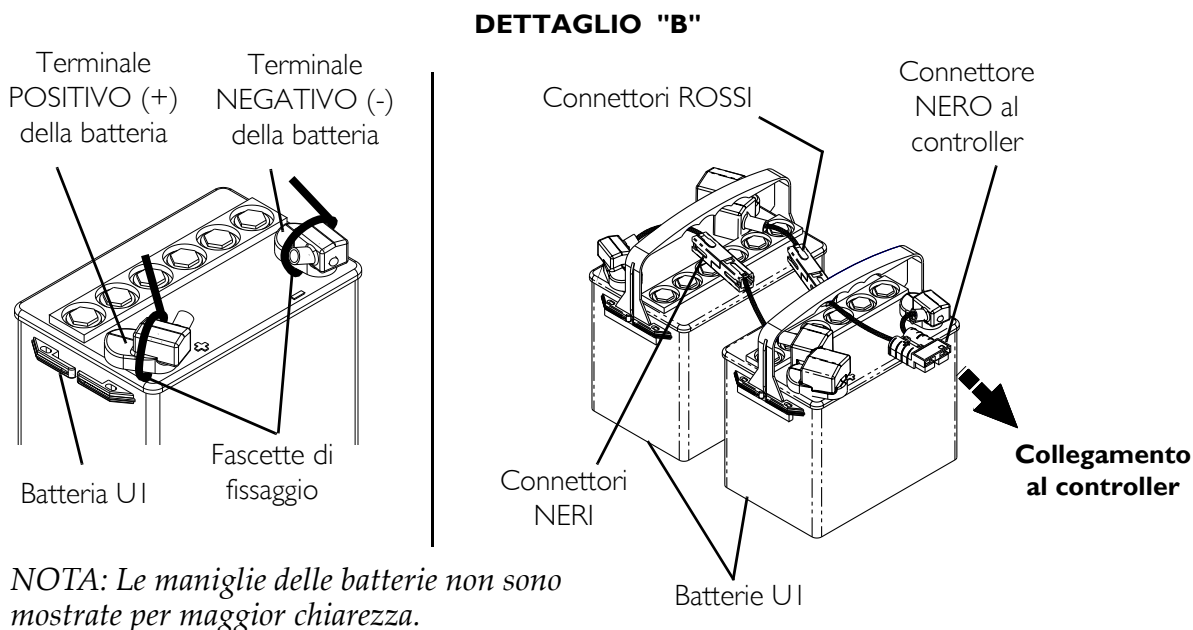

FIGURA 10.3 Collegare/Scollegare i cavi della batteria
DEVONO essere utilizzate batterie con configurazione dei terminali come mostrato nel Dettaglio "A" della FIGURA 10.3. Batterie che presentino una configurazione diversa dei terminali **NON DEVONO** essere utilizzate - altrimenti potrebbero verificarsi lesioni o danni.
Quando si collegano i cavi della batteria alla batteria stessa, i cavi **DEVONO** essere collegati ai terminali della batteria come mostrato nel Dettaglio "A" della FIGURA 10.3 (a seconda del tipo di batteria), in caso contrario possono verificarsi danni al cavo batteria quando si installano i cappucci sui poli della batteria.
NOTA: Per questa procedura, vedere la FIGURA 10.3.
1. Fissare i cavi batteria ai terminali della batteria, come descritto qui di seguito. Fissarli saldamente. Vedere il Dettaglio "A" della FIGURA 10.3:
3. Tagliare le fascette di fissaggio che mantengono al loro posto i cappucci isolanti dei terminali batteria (Dettaglio "B" della FIGURA 10.3).
4. Far scorrere i cappucci isolanti dei terminali batteria lungo i cavi batteria (FIGURA 10.3).
5. Scollegare il cavo POSITIVO (+) della batteria dal terminale POSITIVO (+) della batteria (FIGURA 10.3).
6. Scollegare il cavo NEGATIVO (-) della batteria da terminale NEGATIVO (-) della batteria (FIGURA 10.3).